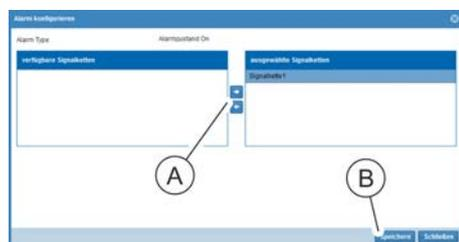

Abb. 184: Fenster "Alarm konfigurieren"
5. ➤ Im Fenster "Alarm konfigurieren" eine Signalkette auswählen und über die Schaltfläche „+“ (Abb. 184/A) ins Feld „ausgewählte Signalketten“ schieben. Auswahl über die Schaltfläche „Speichern“ (Abb. 184/B) bestätigen.